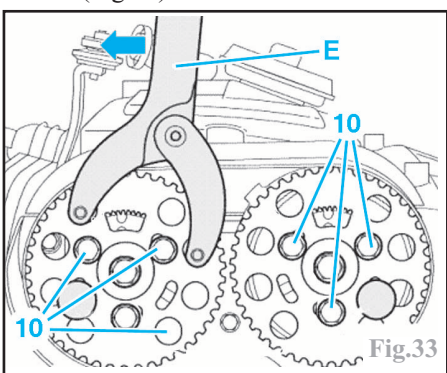

Fig.33
Mettre en place l'outil (**E**) (outil **VAG T10172**) sur la roue dentée de l'arbre à cames d'échappement et tourner celui-ci, dans le sens antihoraire, afin d'amener les roues dentées en précontrainte (Fig.33).
Dans cette position, serrer les vis de fixation (**10**) des roues dentées d'arbres à cames (Fig.33).
- mettre en place l'outil (**E**) (outil **VAG T10172**) sur la roue dentée de l'arbre à cames d'échappement et tourner celui-ci, dans le sens antihoraire, afin d'amener les roues dentées en précontrainte (Fig.33).
- dans cette position, serrer les vis de fixation (**10**) des roues dentées d'arbres à cames (Fig.33).